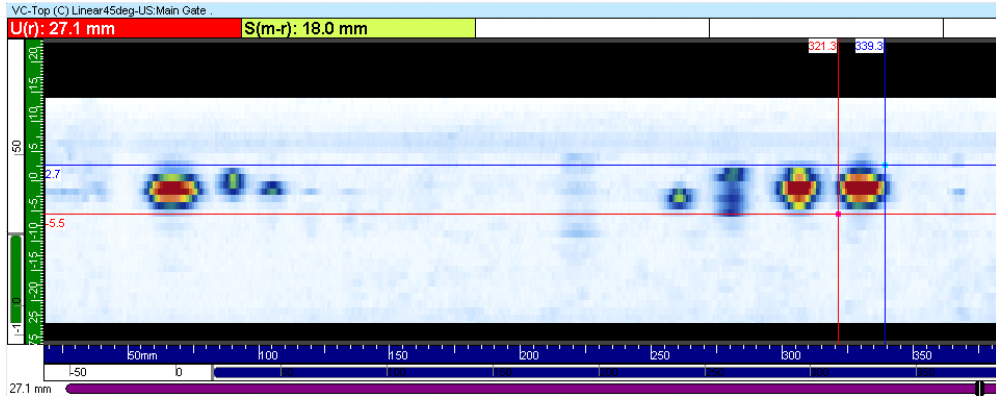

Abbildung 10-10 Einstellen der Ansicht und Messwerte
2. Öffnen und konfigurieren Sie in der Software TomoView die passende Prüfdaten-datei, ähnlich wie in Abbildung 10-10 auf Seite 477: